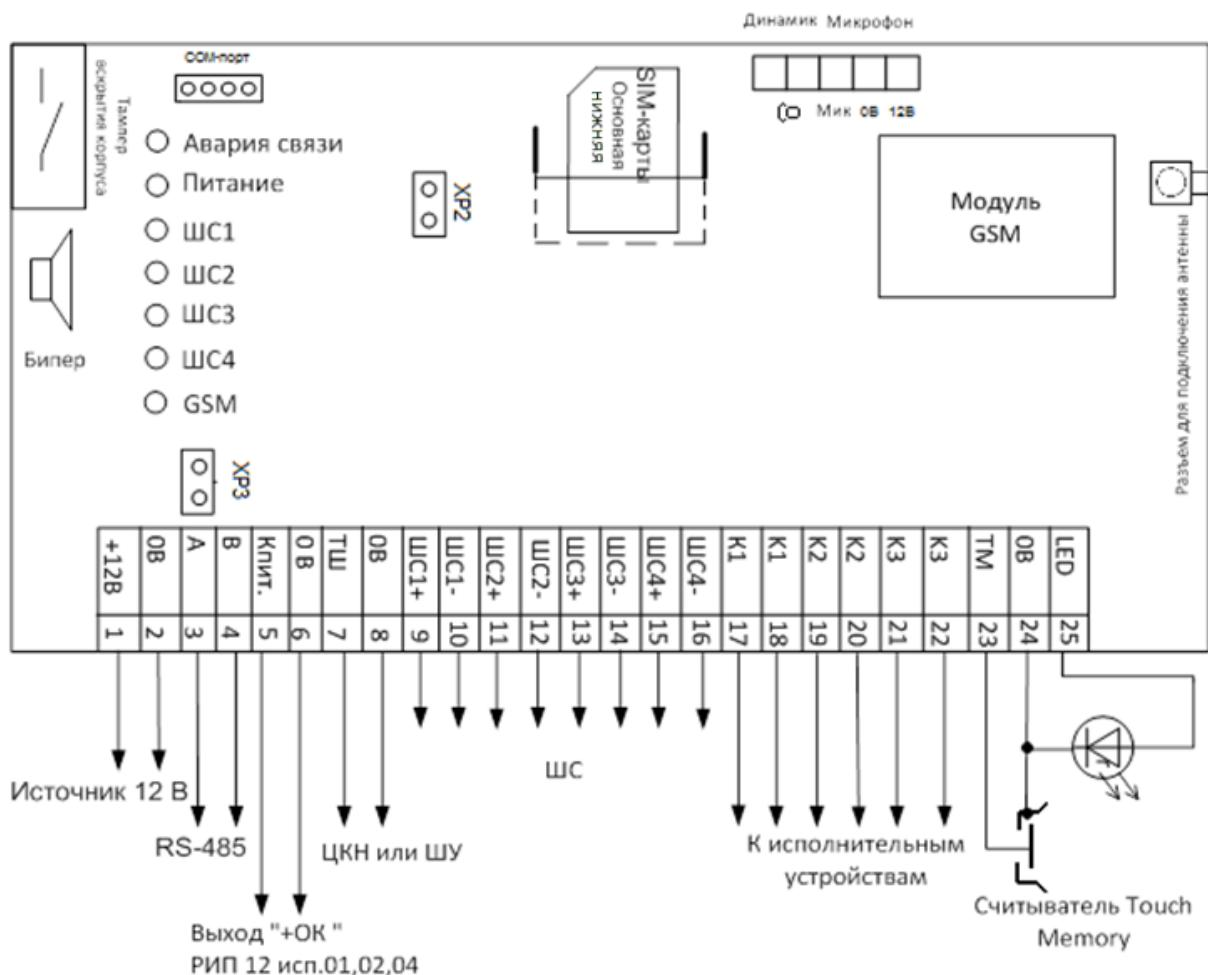

Рисунок 5. Схема подключений прибора «УО-4С»
Монтаж соединительных и коммуникационных линий производится в соответствии со схемой электрических подключений (см. Рисунок 5).
*SIM-карты на этапе программирования параметров рекомендуется удалить из «УО-4С». Перемычка XP2 (рис.5) должна быть одета.*